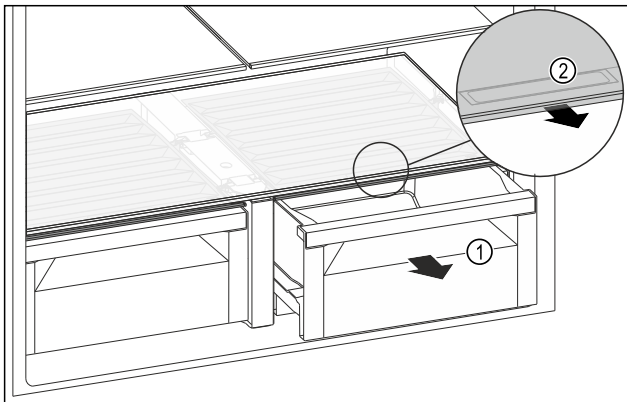

Fig. 98
- ▶ Schubfach Fig. 98 (1) herausziehen.
- ▶ Griffmulde Fig. 98 (2) am Fachdeckel anfassen und Fachdeckel gleichzeitig nach vorne ziehen.